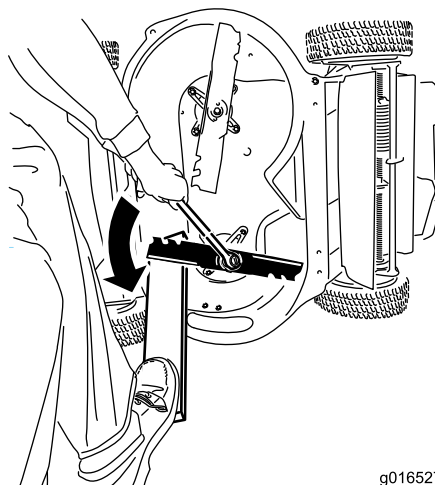

Figura 43
1. Utilice un bloque de madera para inmovilizar cada cuchilla y gire el perno de la cuchilla en el sentido contrario a las agujas del reloj, según se muestra en Figura 43.